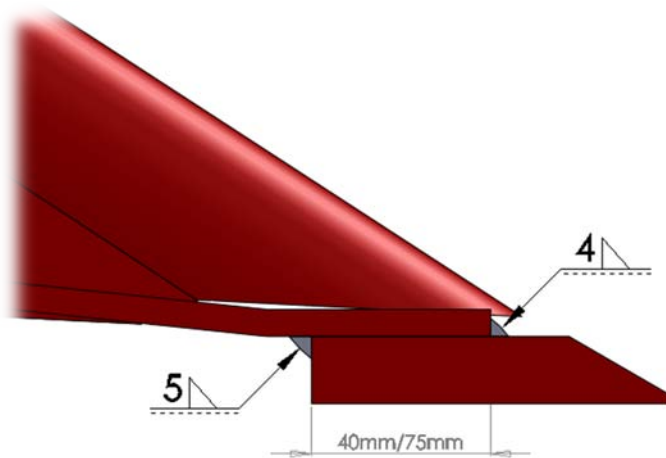

Abb. 3.3.1-Messerüberlappung bei hydraulischen Schaufeln
- b) Die Überlappung zwischen dem Messer und der Schaufel beträgt 40 mm bei einem Mangmesser der Größe 80 mm x 15 mm und 75 mm bei einem Bormesser der Größe 150 mm x 20 mm (siehe Abb. 3.3.1)